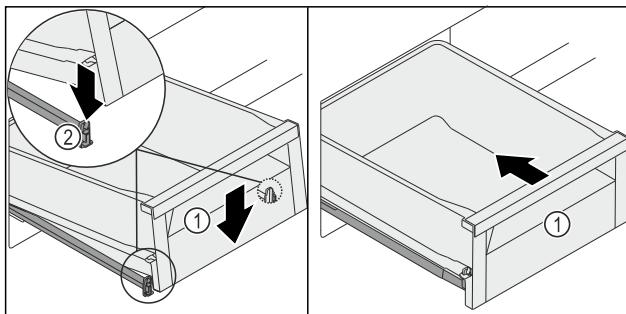

Fig. 136
- Schubfach Fig. 136 (1) vorne absenken, so dass das Schubfach links und rechts in die Klemme Fig. 136 (2) rutscht.
- Schubfach Fig. 136 (1) rastet hörbar ein.
- Schubfach Fig. 136 (1) einschieben.